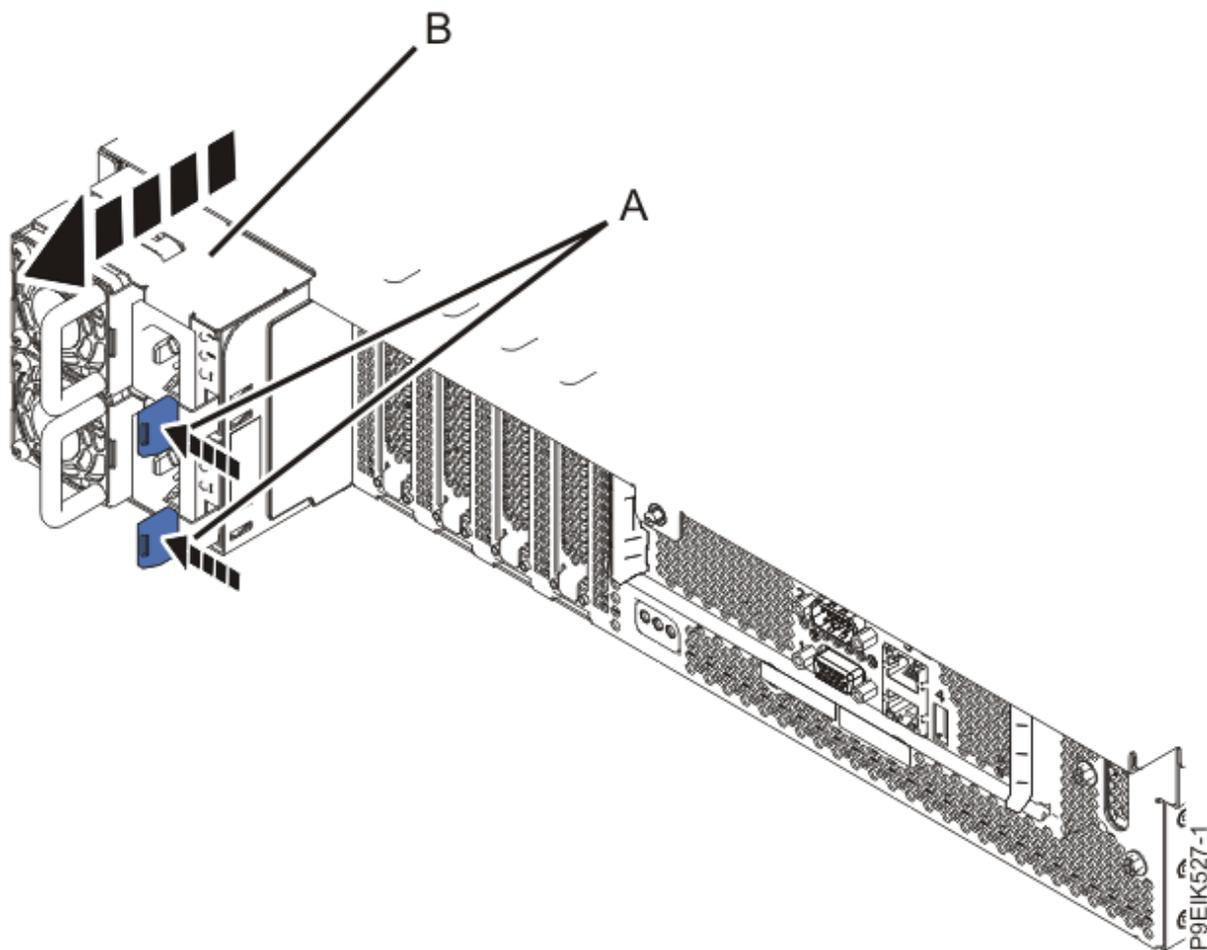

図 178. システムからの電源装置の取り外し
5. システムから電源装置を取り外します (199 ページの 図 178 を参照)。